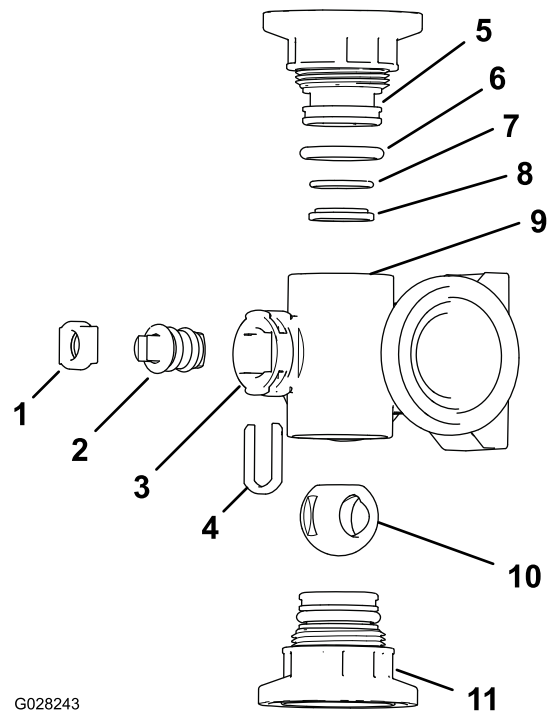

図 124
2. マニホルドのボディ両端部にあるエンドキャップフィッティングアセンブリ2個を取り外す 図 124 と 図 125。
4. マニホールド内部のステムポートのスロットからステムリテーナを取り外す 図 124 と 図 125。
5. マニホールドからステムリテーナとバルブシートを取り外す 図 124 と 図 125。
6. マニホールドボディの中に手を入れてバルブステムアセンブリを取り出す 図 124 と 図 125。
1. 出口フィッティングの O リング個別ブームバルブマニホールドのみ、エンドキャップの O リング、バックシートの O リング、ボールシートそれぞれに傷や過度の摩耗がないか点検する 図 124 と 図 125。
2. バルブのステムにシリコングリスを塗り、ステムをバルブステムシートに取り付ける 図 124 と 図 125。
3. バルブステムとシートをマニホールドに取り付けてステムリテーナで固定する 図 124 と 図 125。
4. バックシートの O リングとボールシートが相互に整列しており、エンドキャップのフィッティングに適切に収まっていることを確認する 図 124 と 図 125。
5. エンドキャップフィッティングアセンブリをマニホールドボディに取り付け、エンドキャップフィッティングのフランジがマニホールドのボディに接触したら 図 124 と 図 125、その位置からさらにバルブを 1/8-1/4 回転締め付ける。